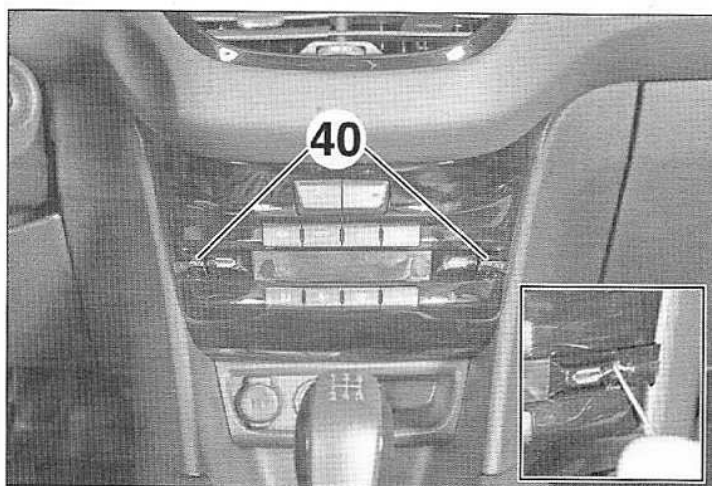

FIG.27
- Déposer les caches (40) (Fig.27).